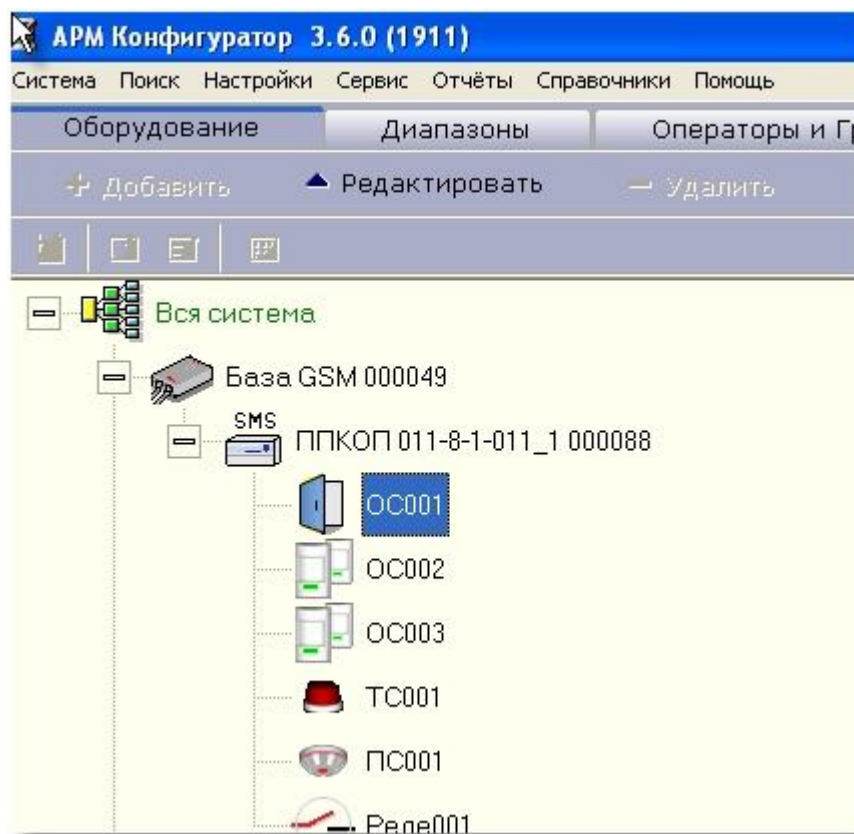

Рисунок 9. Добавление приборов серии ППКОП-011 в АРМ Конфигураторе.
4.2 Приборы ППКОП-011 ЛИПГ.425212.001-011 добавляются к БМ по следующей схеме: Вся система → База GSM → ППКОП 011-1 (ППКОП 011-01/ ППКОП 011-1 концентратор) (см. рис. 9).